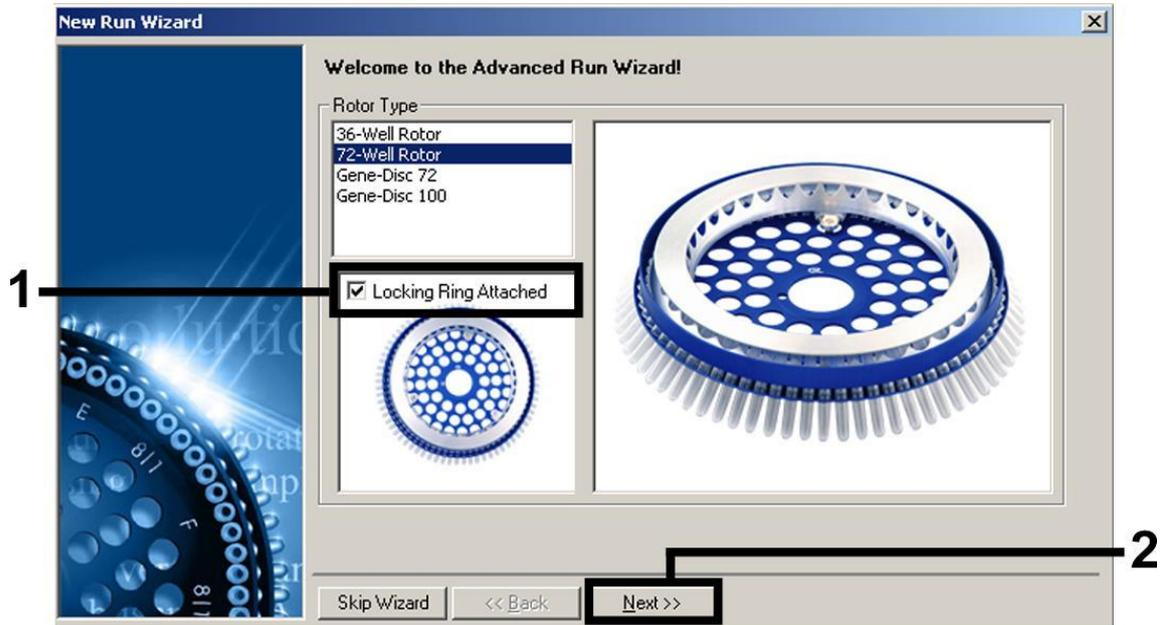

Abbildung 5. Das Dialogfeld „New Run Wizard“.
- Öffnen Sie zunächst das Dialogfeld „New Run Wizard“ (Assistent für neuen Lauf) (Abb. 5). Markieren Sie das Kontrollkästchen „Locking Ring Attached“ (Schließring angebracht) und klicken Sie dann auf „Next“ (Weiter).